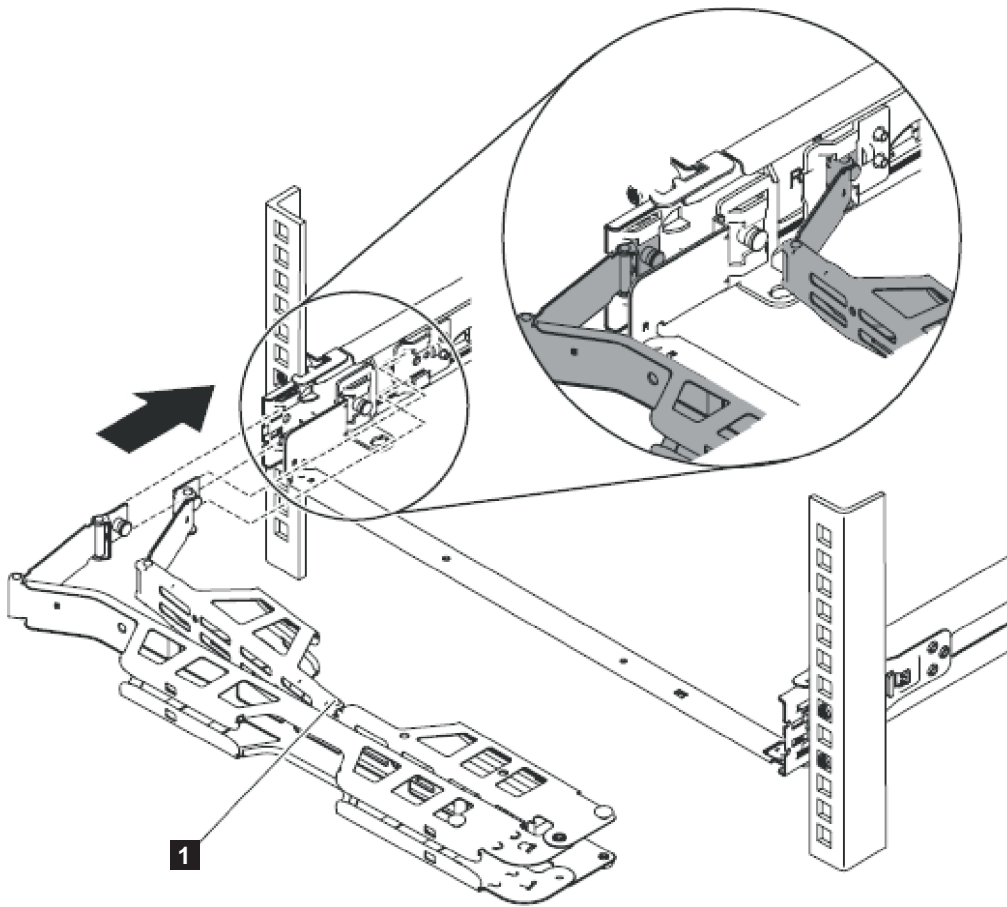

図 27. ケーブル・マネジメント・アームの取り付け
2. 30 ページの図 27に示されているように、ケーブル・マネジメント・アームを取り付けます。
注: アームの接合部が、図 27 の **1** に示されているように、SAN ボリューム・コントローラー 2145-CF8 側を向いていることを確認してください。